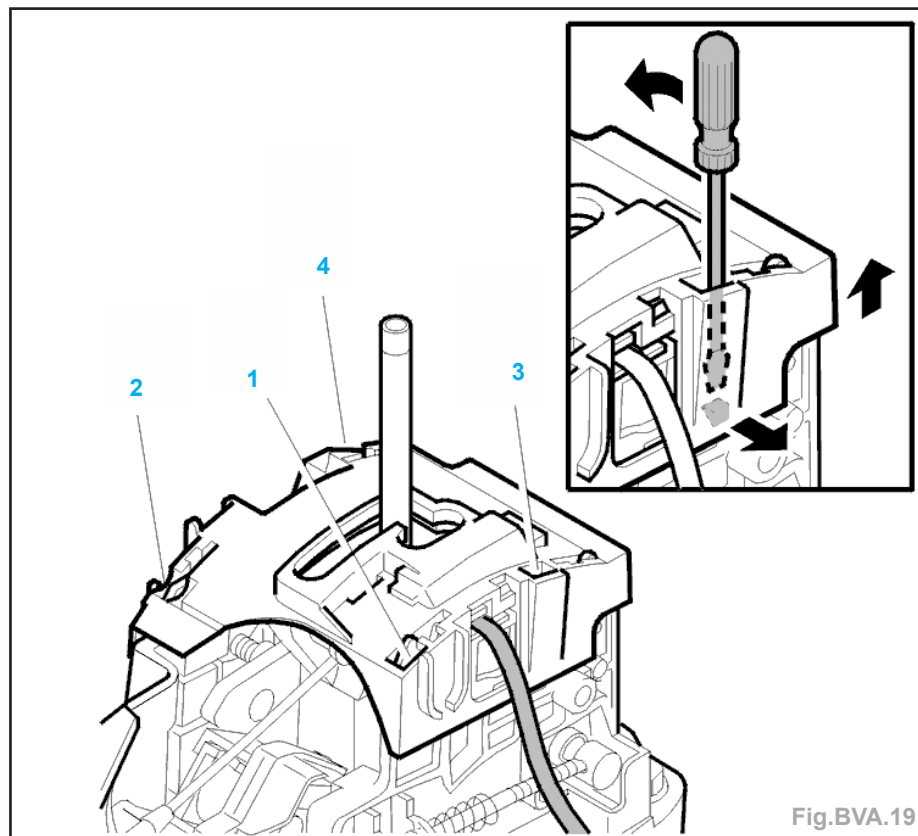
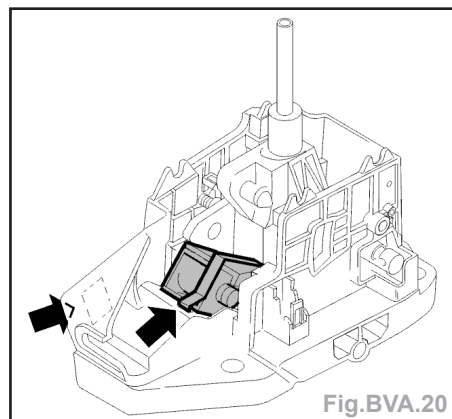

Fig. BVA.19
Fig. BVA.20
- transférer la butée d'arrêt du groupe du sélecteur de vitesses (Fig.BVA.19) :
- insérer un tournevis dans la découpe (1) et (4). Courber le groupe du sélecteur de vitesse vers l'intérieur avec précaution à l'aide d'un tournevis afin que le loquet se détache. Tirer vers le haut la butée du groupe du sélecteur de vitesse.
- Transférer le solénoïde sur le nouveau groupe du sélecteur de vitesse (Fig.BVA.20).